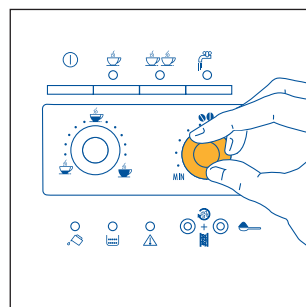
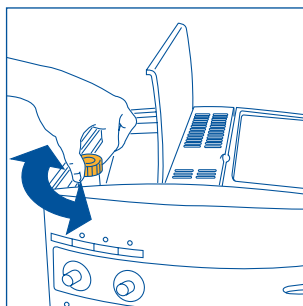

Fig.7
Fig. 17
- 2) Regolare la manopola di destra (fig.7) per impostare il gusto desiderato del caffè. Più si ruota in senso orario e maggiore sarà la quantità di caffè in grani che la macchina macinerà e quindi più forte sarà il gusto del caffè ottenuto. Al primo utilizzo è necessario procedere a tentativi e fare più di un caffè per individuare la corretta posizione della manopola. Fare attenzione a non ruotare troppo in senso orario altrimenti c'è il rischio di ottenere un'erogazione troppo lenta (a gocce), soprattutto quando si richiedono due tazze di caffè.
**NOTA 1:** Se il caffè fuoriesce a gocce oppure non esce del tutto, è necessario ruotare la manopola di regolazione macinatura (fig. 17) di uno scatto in senso orario (vedi par. 6). Procedere di uno scatto alla volta fino ad ottenere un'erogazione soddisfacente.
**NOTA 2:** Se il caffè fuoriesce troppo velocemente e la crema non è soddisfacente; ruotare un po' la manopola di destra (fig.7) in senso orario. Procedere a tentativi e fare più di un caffè per individuare la corretta posizione della manopola. Fare attenzione a non ruotare troppo in senso orario altrimenti c'è il rischio di ottenere un'erogazione troppo lenta (a gocce), soprattutto quando si richiedono due tazze di caffè. Se, dopo qualche caffè, non si ottiene una crema soddisfacente, ruotare anche la manopola di regolazione macinatura (fig.17) di uno scatto in senso antiorario (vedi par. 6).
Per risolvere questo inconveniente è necessario regolare il grado di macinatura del macinacaffè ruotando la manopola di regolazione macinatura (fig. 17) di uno scatto in senso antiorario (come descritto nel cap. 6).
Tuttavia se dopo aver fatto i primi caffè, l'erogazione dovesse risultare troppo veloce o troppo lenta (a gocce), è necessario effettuare una correzione con la manopola di regolazione del grado di macinatura (fig. 17). Ruotandola di uno scatto in senso orario (pari a una cifra) si ottiene invece un'erogazione del caffè più veloce (senza gocce).